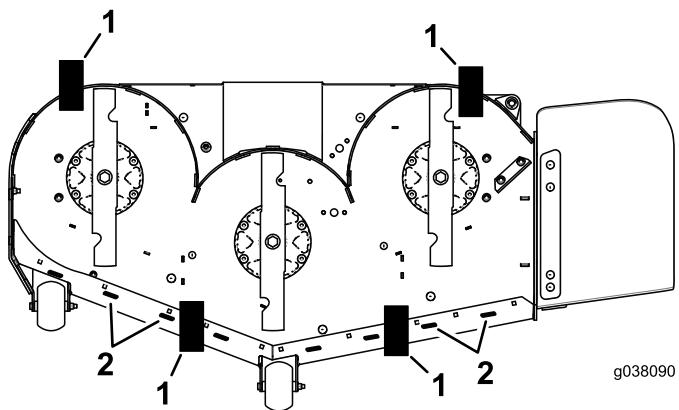

Figura 77
- 10. Posizionate i 2 blocchi (vedere la tabella dell'angolo di spoglia e dell'altezza del blocco) sotto il bordo posteriore della falda del piatto di taglio; 1 su ogni lato del piatto di taglio (**Figura 77**).